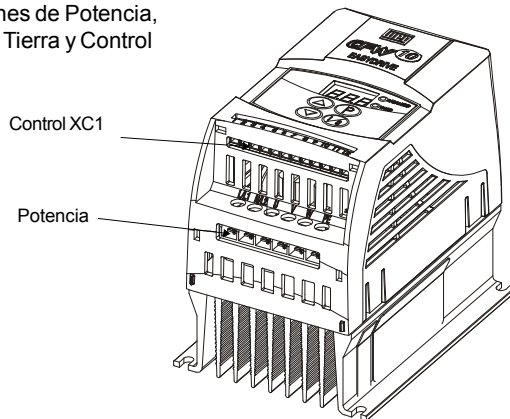

Figura 3.5 - Localización de las conexiones de potencia y control
3.2.5 Conexiones de Señal y Control Las conexiones de señal (entrada analógica) y control (entradas digitales y salida a relé) son hechas en el conector XC1 de la Tarjeta Electrónica de Control (ver posicionamiento en la figura 3.5).